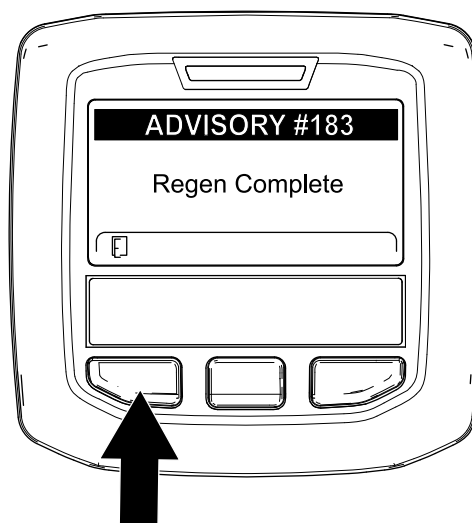

Рисунок 58
9. Когда компьютер двигателя завершает процесс стационарной или восстановительной регенерации, на дисплее инфо-центра появляется ИНФОРМАЦИОННОЕ СООБЩЕНИЕ № 183 (Рисунок 58). Для перехода на главный экран нажмите левую кнопку.